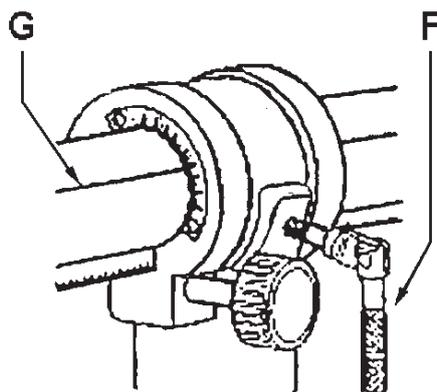

Рис.4
- Треба ослабити рукоятку затиску (F, Рис. 4) і повернути у відповідності зі шкалою та базовою лінією (G).